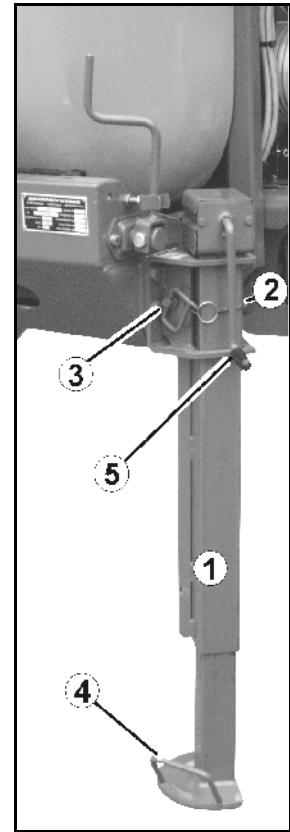

Fig. 48
Stand with crank (Fig. 48/1):
5. Using the manual crank (Fig. 48/5)
1. Loosen linchpin (Fig. 48/2) lösen.
2. Pull out pin (Fig. 48/3) herausziehen.
3. Raise/lower stand using handle (Fig. 48/4).